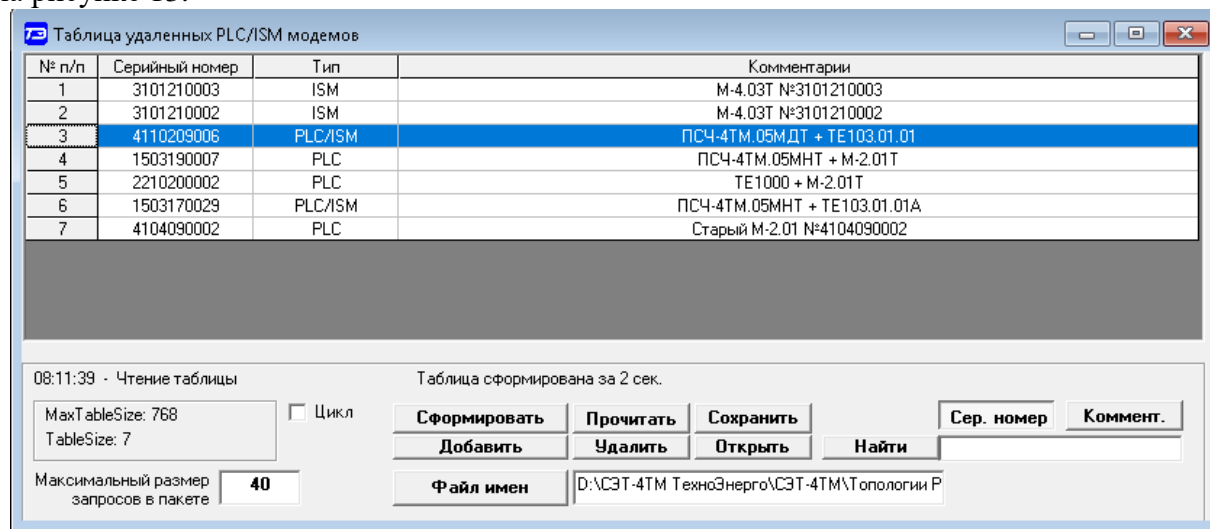

Рисунок 13 – Форма «Таблица удаленных PLC/ISM-модемов»
- если файл имен объектов не создан, то нажать кнопку «Файл имен» на поле формы (рисунок 13) и, в открывшейся модальной форме, указать путь и имя файла имен объектов;
- на поле формы «Таблица удаленных PLC/ISM-модемов» (рисунок 13) нажать кнопку «Сформировать»;
- на поле формы (рисунок 13) нажать кнопку «Добавить»;
4.2.5.12 Для очистки таблицы нажать кнопку «Удалить» на поле формы «Таблица удаленных PLC/ISM-модемов» (рисунок 13). При этом появляется модальная форма с требованием подтверждения действия